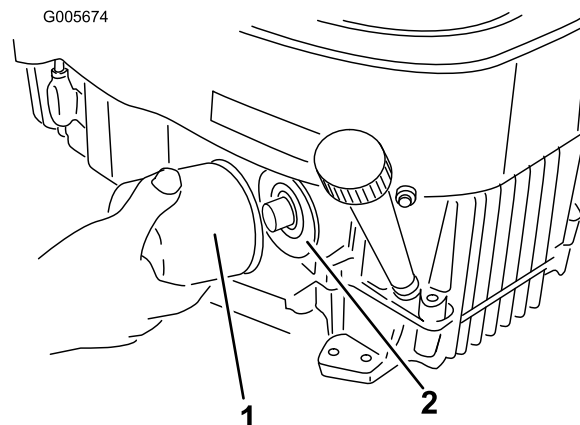

Bild 38
2. Entfernen Sie den alten Filter (Bild 38).
4. Drehen Sie den Austauschfilter auf den Anbaustutzen auf. Drehen Sie den Ölfilter nach rechts, bis die Gummidichtung den Anbaustutzen berührt. Ziehen Sie ihn dann um eine weitere 3/4 Umdrehung fester (Bild 38).